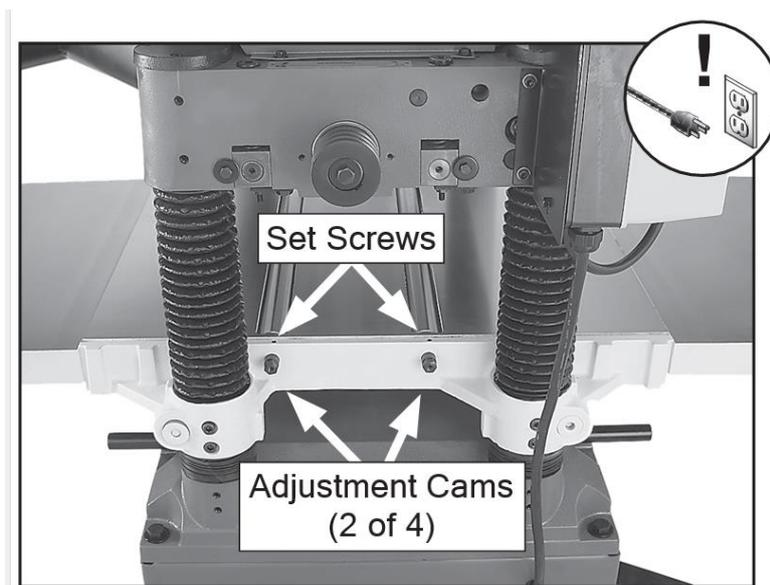

Рисунок 20. Регуляторы высоты роликов.
3. Ослабьте установочные винты над каждым из четырех кулачков регулировки роликов — по два с каждой стороны (см. рисунок 20).